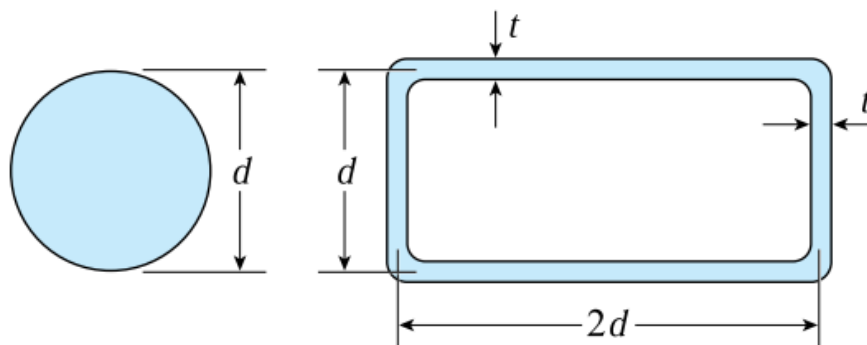

Figura 3.17
3.5.7 Na Figura 3.17. estão duas secções, uma secção circular maciça (1) e outra secção de paredes fina fechada (2). Determine a espessura t mínima para que a tensão de corte máxima da secção (2) não ultrapasse a tensão de corte da secção (1).